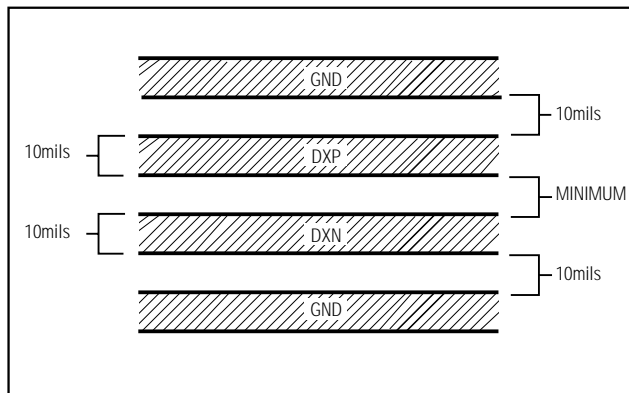

図2. 推奨されるDXP-DXNのプリント基板トレース
- 3) DXPとDXNのトレースを平行にし互いに近づけて、 $+12\text{VDC}$ などの高電圧トレースから遠ざけて配置します。プリント基板を汚染する漏洩電流は、注意して処理する必要があります。DXPとグラウンドの間に 20M (の漏洩経路があると、約 $+1$ の誤差が生じるからです。高電圧のトレースが避けられない場合は、DXP-DXNトレースのいずれかの側のGNDにガードトレースを接続して下さい(図2)。
- 6) トレースの幅は広くして下さい。幅が狭いと誘導性になり、放射ノイズを拾いやすくなります。図2で推奨する 10mil の幅と間隔は、絶対に必要なわけではありません。狭いトレースでの漏洩とノイズが僅かに改善されるに過ぎないからです。可能な限り幅の広いトレースを使用して下さい。